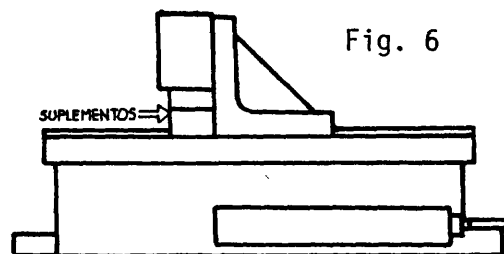

Fig. 6
- ___ b Suplemente la pieza hasta que la superficie a rectificar sobrepase la parte superior de la escuadra cantonera (fig. 6).